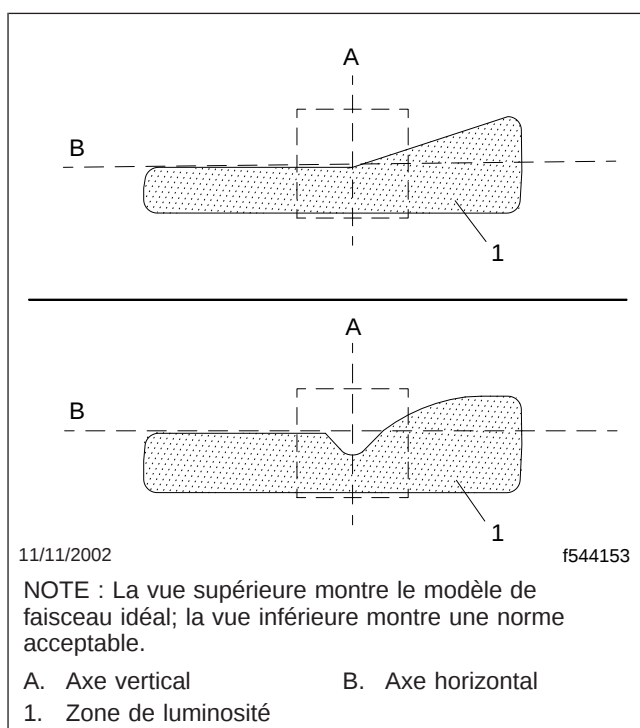

Fig. 15.3, Modèle de faisceau de phares
5. Allumez les phares, en position de feux de croisement. Reportez-vous à la **figure 15.3** pour le modèle idéal et le modèle acceptable pour les deux phares.